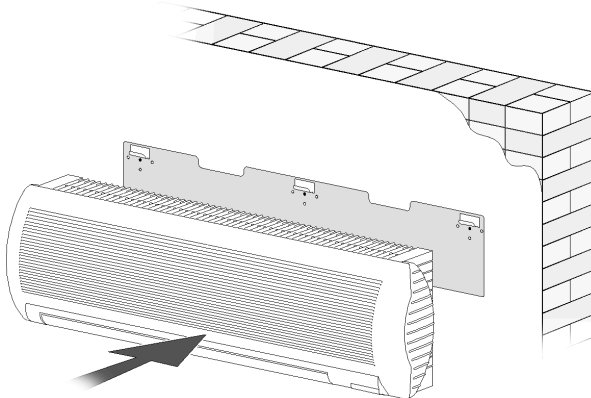

Fig. 26
- Lägg an fläktkonvektorn mot fästplåten, se fig. 26.